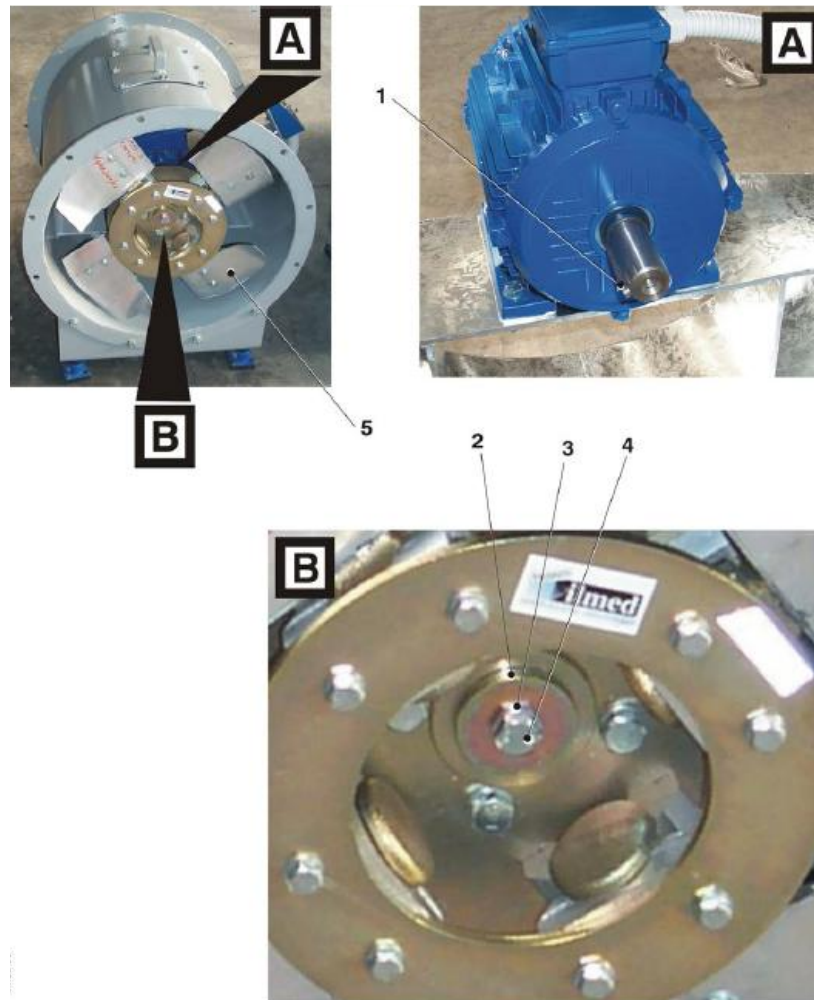

Abb. 2-2: Montage des Flügelrades bei den Ventilatoren der Modelle CFF / GFF-08 / LFF.
5. Das Flügelrad anheben (5, Abb. 2-2) und in die Motorwelle einsetzen.
6. Den Motorwellenschlüssel (1) einsetzen.
7. Das Flügelrad auf der Motorwelle blockieren und dazu die große (2) und die kleine Unterlegscheibe (3) und die Schraube (4) verwenden.
2. Die Antriebswelle (1, Abb. 2-2) in die beiden Lagerhalterungen (2) einsetzen und mit dem jeweiligen Schrauben- und Unterlegscheibenpaar (3) befestigen. Falls die Anlage mit einem MONOBLOCK geliefert wurde, ist dieser einzubauen, wobei darauf zu achten ist, dass die darauf enthaltenen Hinweise in Bezug auf die Angaben “Riemenscheibenseite” und “Flügelradseite” eingehalten werden.
3. Das Riemenscheibenpaket (5) auf der Antriebswelle (2) in der entsprechenden Position blockieren, die kegelförmige Buchse (6) einsetzen und mit den beiden Schrauben (7) befestigen.
4. Das Riemenscheibenpaket (5) mit der Unterlegscheibe und der Schraube (8) an der Antriebswelle (1) befestigen.
5. Den auf die Halterung (10) montierten Elektromotor (9) in Einbauposition bringen und mit den vier Muttern (12) am Ventilatorsockel (11) befestigen.